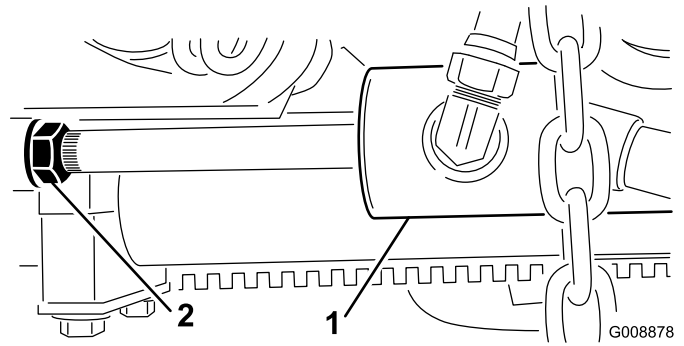

Figura 10
- B. Afloje la contratuerca del cilindro (Figura 10).